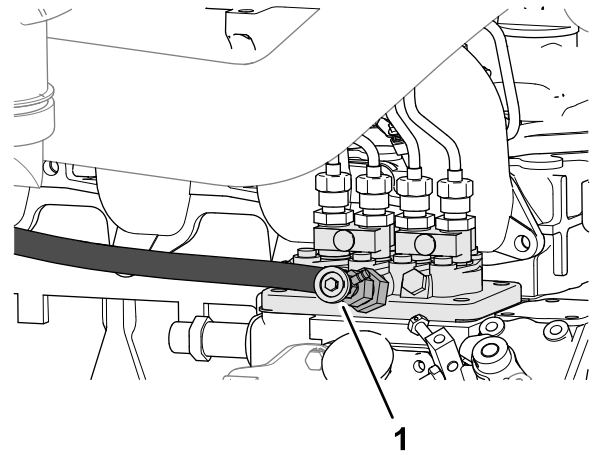

Figura 83
4. Abra el tornillo de purga de aire de la bomba de inyección de combustible (Figura 83).